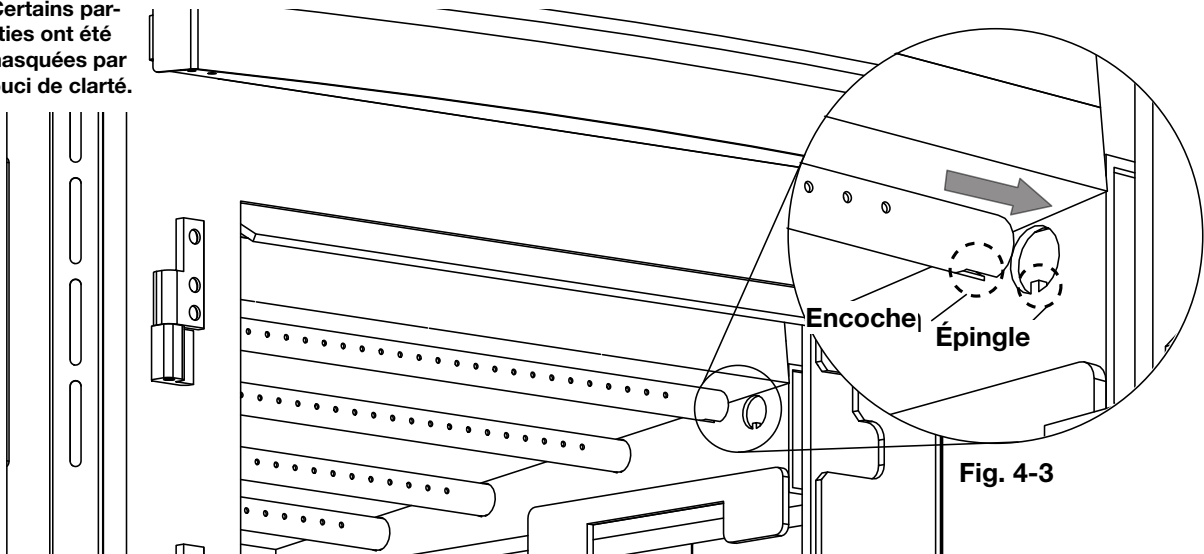

Fig. 4-3
2. Insérez le côté droit du tube d'air secondaire dans le trou du **côté droit** de l'appareil. Assurez-vous que l'encoche entre en contact avec l'épingle (**Fig. 4-3**).